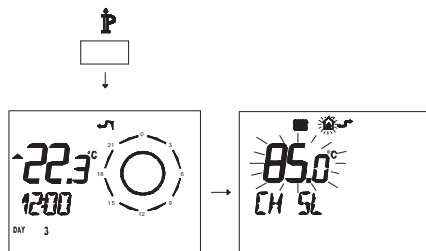

Figura 5.97
- Premere per più di 3 secondi il pulsante **P** per entrare in modalità **INFO** (Figura 5.97).